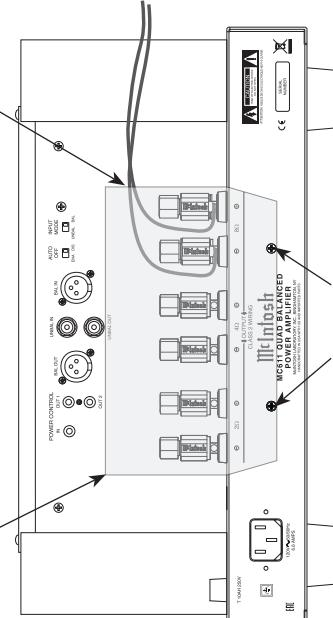

Abbildung 5
7. Nehmen Sie die Anschlussklemmen-Abdeckung aus dem Lieferkarton des MC611 heraus. Fädeln Sie die gerade vorbereiteten Lautsprecherkabel durch die Öffnung auf der rechten Seite der Abdeckung. Siehe Abbildung 5.